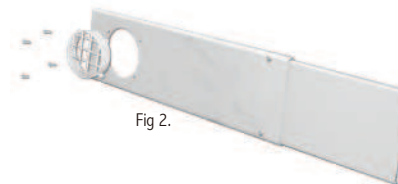

Fig 2.
B. Adjuntar el Accesorio para Manguera: Fig. 2
1. Alinee los orificios de los tornillos del Accesorio para Manguera (2) con el frente del panel de la ventana.
2. Usando los 4 tornillos provistos, adjunte el Accesorio Para Manguera (2) al panel de la ventana.